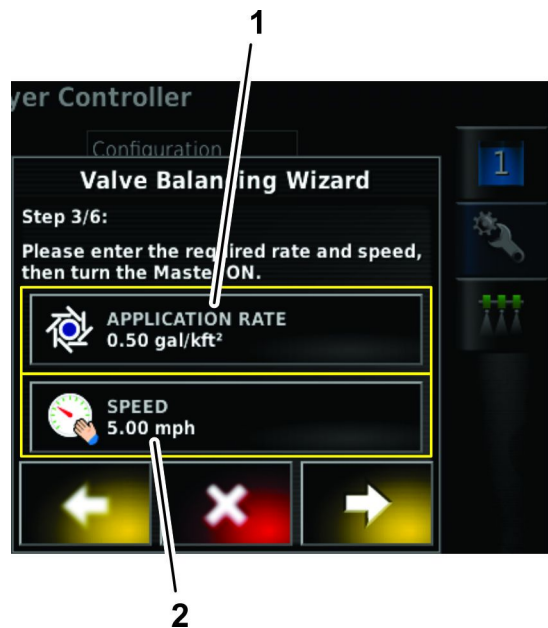

Figura 49
4. Na etapa 3 do assistente de balanceamento de válvulas, caso seja necessário configurar uma nova taxa de aplicação, pressione o ícone taxa de aplicação (Figura 49).
6. Na etapa 3 do assistente de balanceamento de válvulas, caso seja necessário alterar a velocidade de deslocamento do pulverizador, pressione o ícone velocidade (Figura 49).